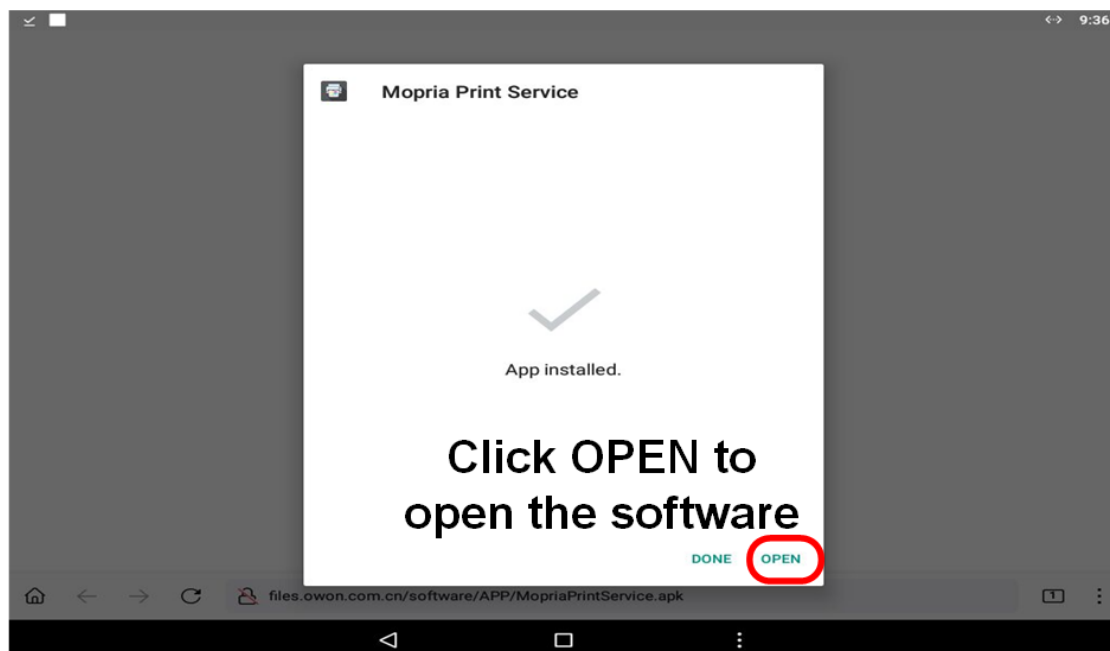

図 5
2、ウェブサイトでは印刷アプリをインストールし、図 1 から図 5 の手順に従ってください。
⑤インストールが完了したら、**[OPEN]**をクリックすると印刷アプリを開くことができます。図 5 に示すように。